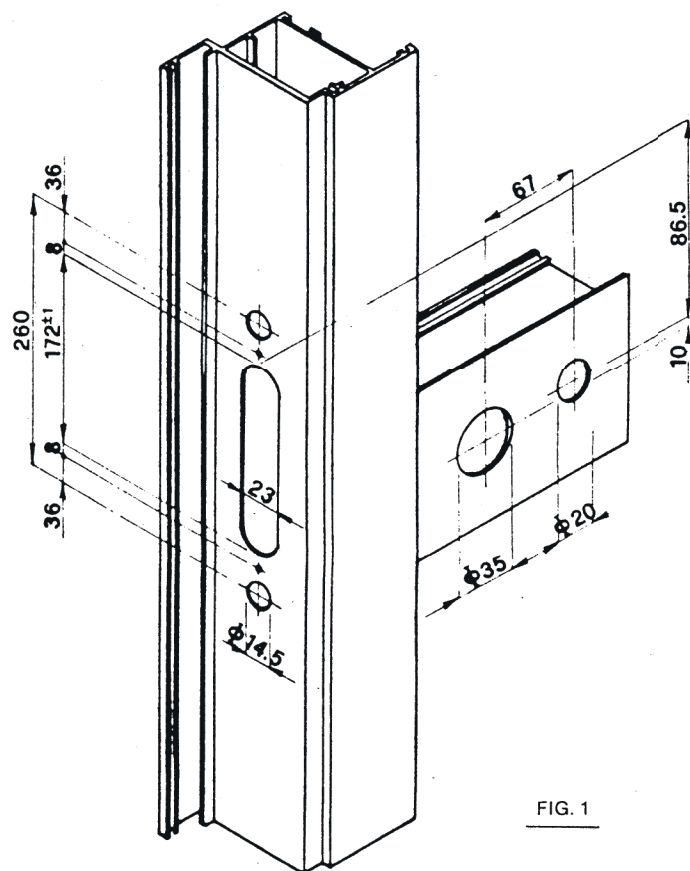

FIG. 1
1. Eseguire la cava per alloggiamento serratura e i fori per fissaggio serratura. (vedi fig. 1)